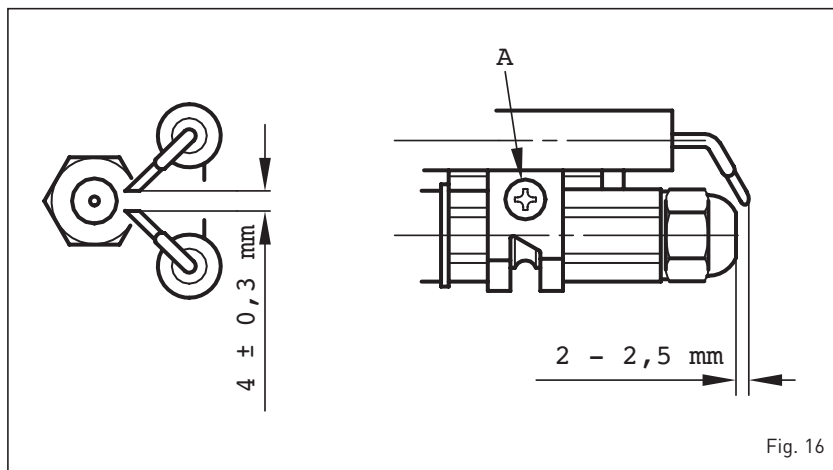

Fig. 16
4.7.2 Limpieza cabezal de combustión (fig. 16)
Para efectuar la limpieza del cabezal de combustión proceder como sigue a continuación (fig. 16):
- Aflojar los tornillos (A fig. 16) del soporte de electrodos y quitelo.